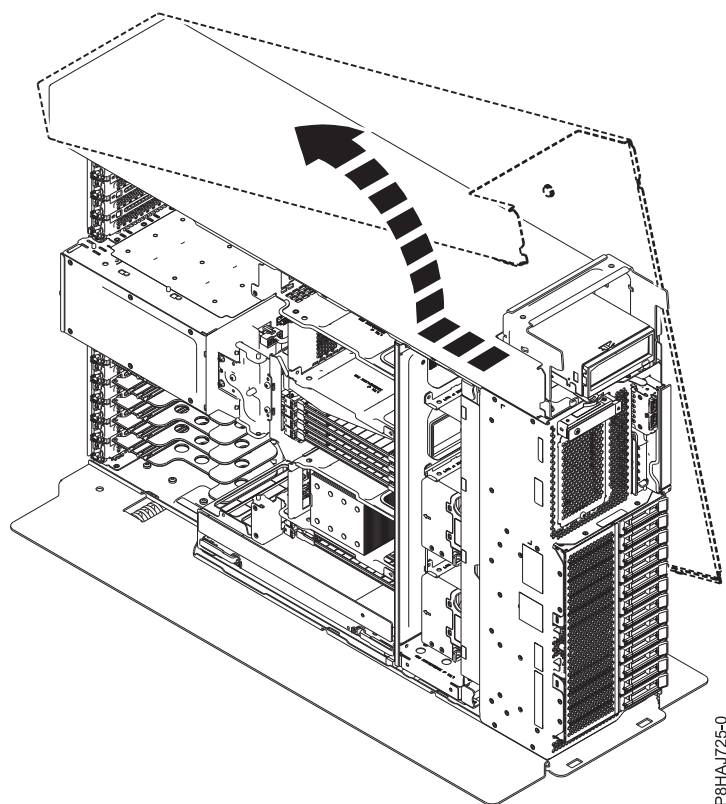

Figure 18. Retrait du capot latéral du système 8286-41A
5. Séparez le capot latéral du système en le faisant coulisser dans la direction indiquée figure 18.